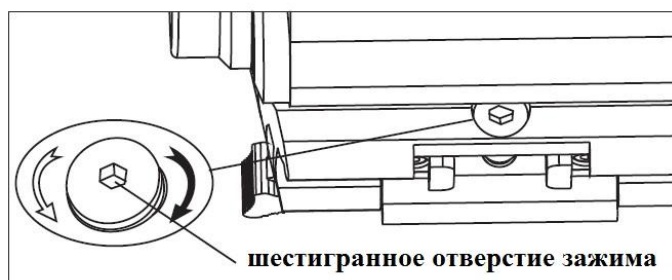

рис.4
1) Сбоку прижима есть регулировочный шестигранный винт (см. Рис.4). Перед установкой поверните этот винт